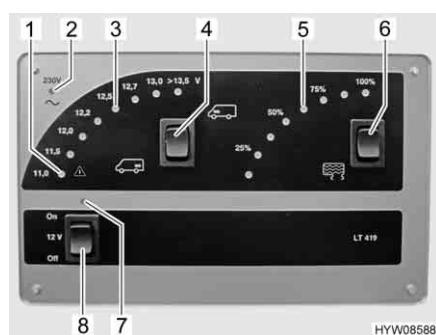

Fig. 42 Pannello di controllo LT 419
I diodi luminosi dell'indicatore Volt (Fig. 42,3) indicano la tensione della batteria.
- Spingere l'interruttore a bilico (Fig. 42,4) verso l'alto "►": Viene indicata la tensione della batteria di avviamento.
- Premere l'interruttore a bilico (Fig. 42,4) "◄": Viene indicata la tensione della batteria dell'abitacolo.
Rispettivamente due diodi luminosi dell'indicatore del serbatoio (Fig. 42,5) mostrano il livello di riempimento.
- Premere l'interruttore a bilico (Fig. 42,6) "": Viene indicato il livello del serbatoio delle acque grigie.
La spia luminosa rossa ALARM (Fig. 42,1) inizia a lampeggiare non appena la tensione della batteria dell'abitacolo scende al di sotto di 11 V (misurazione durante il normale esercizio) con conseguente rischio che la batteria si scarichi troppo.
L'interruttore principale a 12 V (Fig. 42,8) inserisce o disinserisce il pannello di controllo e l'alimentazione a 12 V dell'abitacolo.
- Premere in alto l'interruttore a bilico (Fig. 42,8) "On": L'alimentazione a 12 V dell'abitacolo è inserita. La spia di controllo (Fig. 42,7) diventa verde.
- Premere in basso l'interruttore a bilico (Fig. 42,8) "Off": L'alimentazione a 12 V dell'abitacolo è disinserita. La spia di controllo (Fig. 42,7) si spegne.
La spia di controllo a 12 V (Fig. 42,7) si accende non appena l'interruttore principale a 12 V (Fig. 42,8) viene inserito.
La spia gialla di controllo a 230 V (Fig. 42,2) si accende quando all'ingresso della centralina elettrica è presente una tensione di rete.